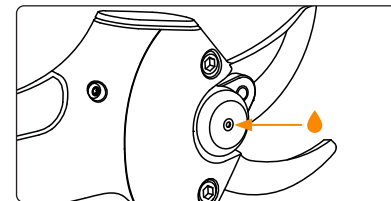

Figura 5: Amplasarea orificiului de lubrifiere.
- Lamele trebuie lubrificate în mod regulat prin introducerea de vaselină universală în orificiul de lubrifiere (crestătură mică pe ax, așa cum se vede în figura 5).